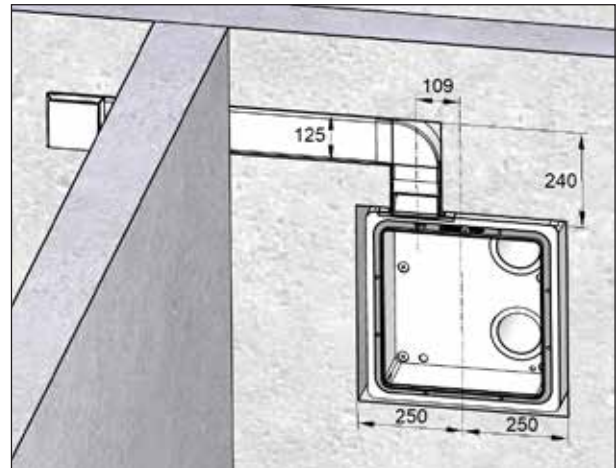

Abb. 13: Beispiel für Flachkanalführung, Maße in Millimeter
- ▶ Fräsen Sie mit der Mauernutfräse Nuten für die weitere Flachkanalführung nach Ihren Planungsunterlagen. In Abb. 13 finden Sie ein Beispiel für die Verlegung eines Flachkanals. Weitere Beispiele mit zwei Flachkanälen zeigen Abb. 39 und Abb. 40 auf Seite 33.